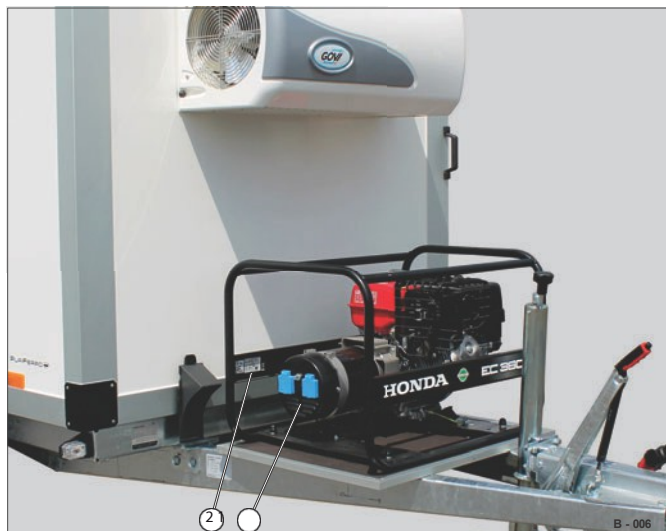

Fig. 7 Kraftgenerator på dragstäng
- Ange modell- och serienummer för aggregatet - se typskylten (Fig. 7/2).